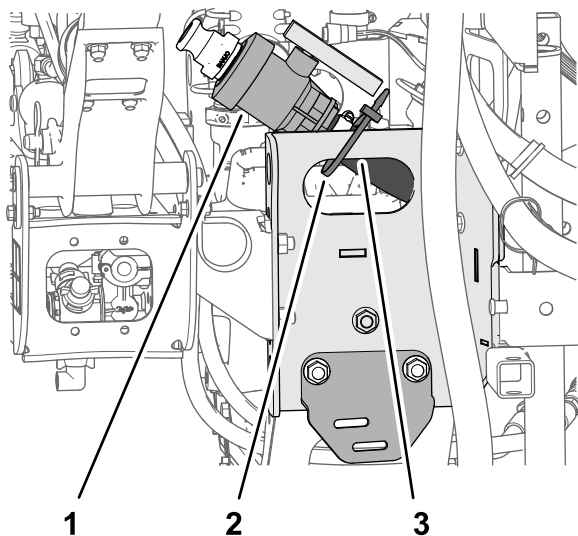

Figura 13
1. Retire la brida que sujeta la válvula de vaciado y la manguera de vaciado del depósito de fumigación al perfil del patín (Figura 13).